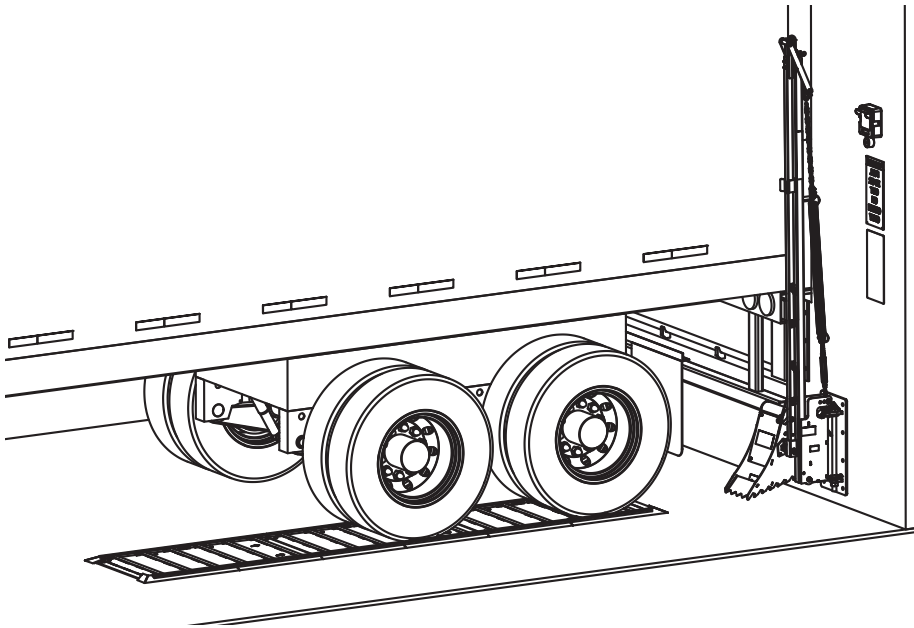
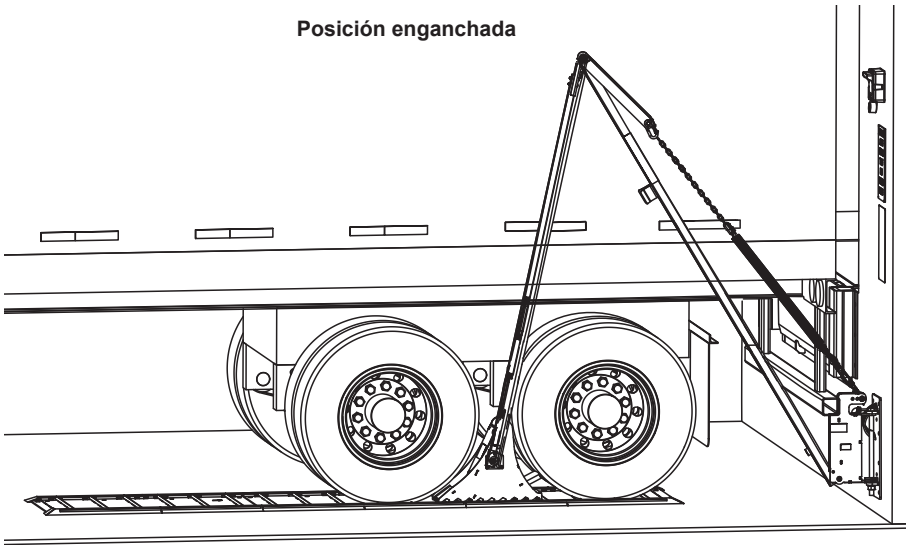

Figura 42
Figura 43
1. Revise que el vehículo de transporte esté colocado como es debido, apoyado en ambos parachoques del muelle. Consulte **Figura 42** y **Figura 43**. Las luces mostrarán:
2. Con las palancas del brazo articulado (consulte **Figura 42**), coloque la calza UXL delante de la rueda del vehículo de transporte y enganche la placa de piso. Al colocar la calza, las luces mostrarán: